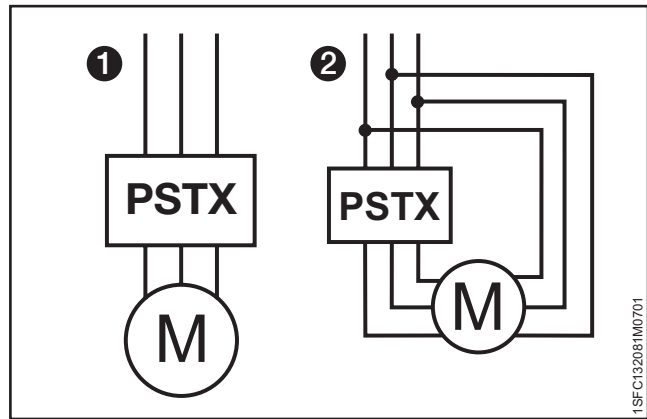

Figura 2.1
Puede conectar los arrancadores suaves PSTX En línea ① y Dentro del triángulo ②, consulte la **Figura 2.1.**